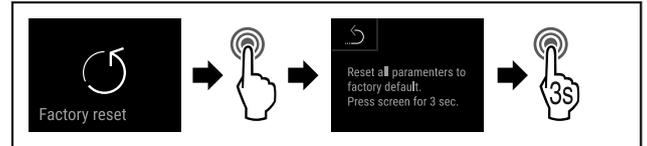

Fig. 163
- ▶ Handlungsschritte (siehe Fig. 163) durchführen.